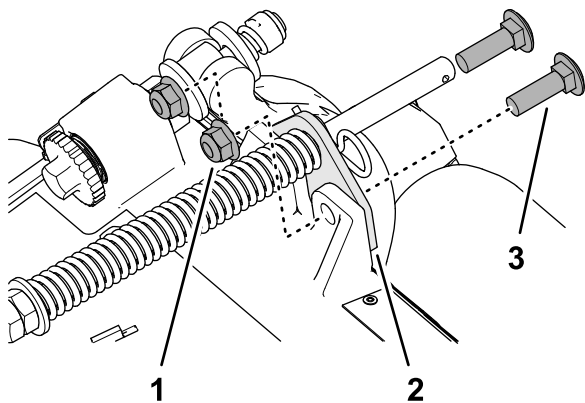

**Рисунок 17**
1. Если в заднем отверстии штока пружины компенсации установлен игольчатый шплинт, извлеките его и вставьте в отверстие рядом с кронштейном (Рисунок 17).